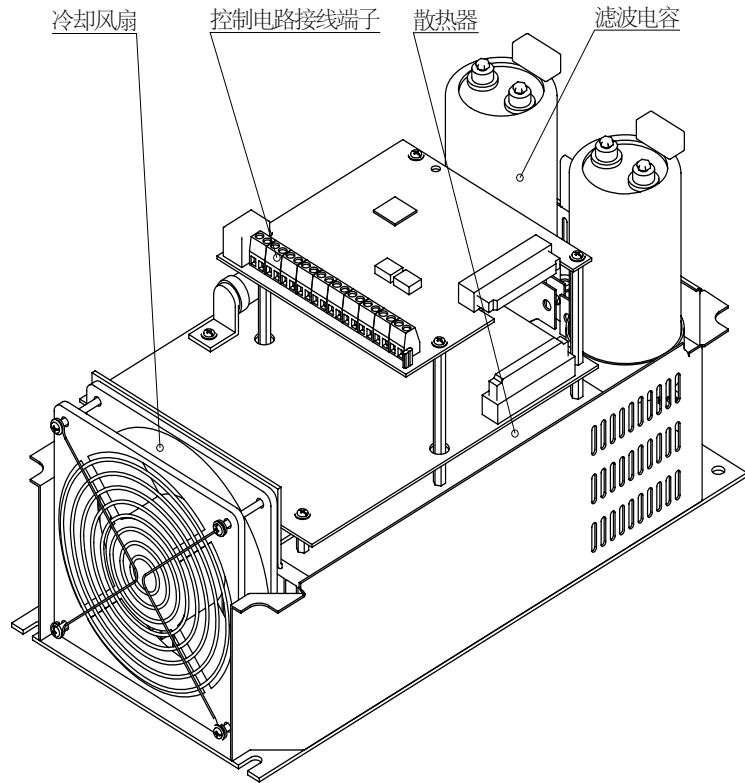

图 3-2 变频器内部结构图
2、SuperBona-iF/iP 系列变频器内部结构参见图 3-2。